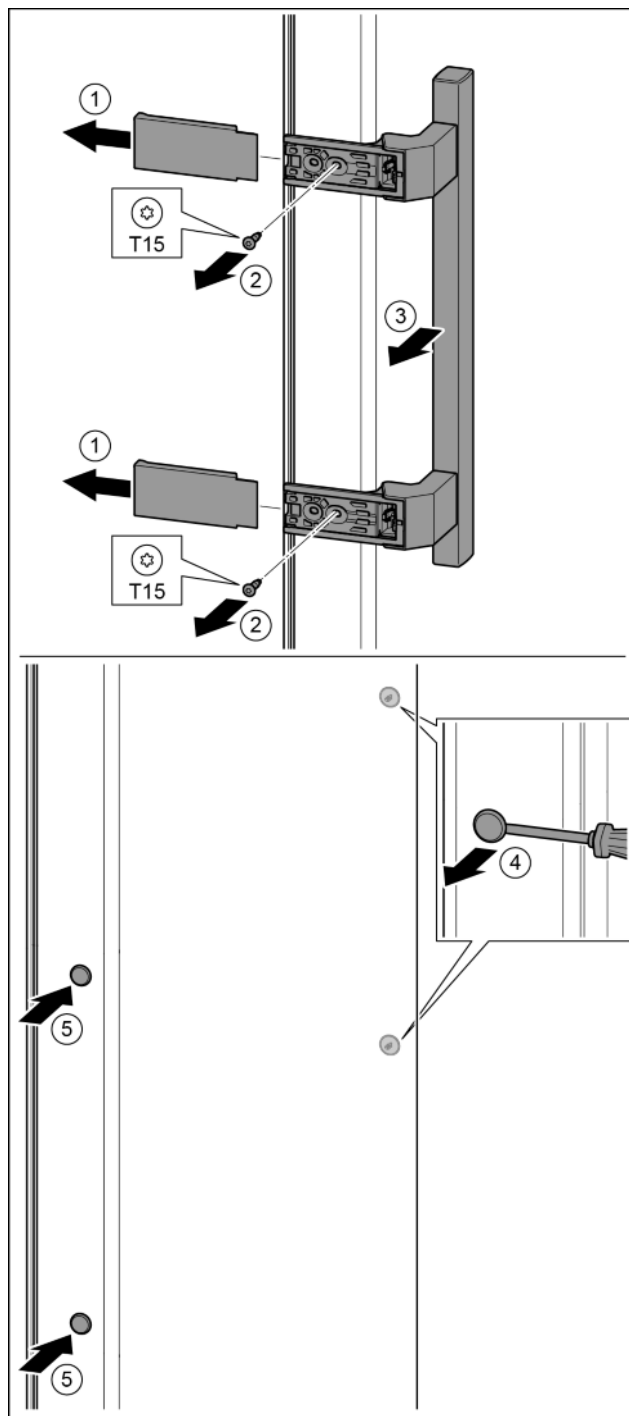

Fig. 18
- Stáhněte kryt. Fig. 18 (1)
- Šroubovákem T15 vyšroubujte šrouby. Fig. 18 (2)
- Sejměte madlo. Fig. 18 (3)
- Postranní zátku opatrně plochým šroubovákem nadzvedněte a vytáhněte. Fig. 18 (4)
- Zátku opět vložte na druhé straně. Fig. 18 (5)